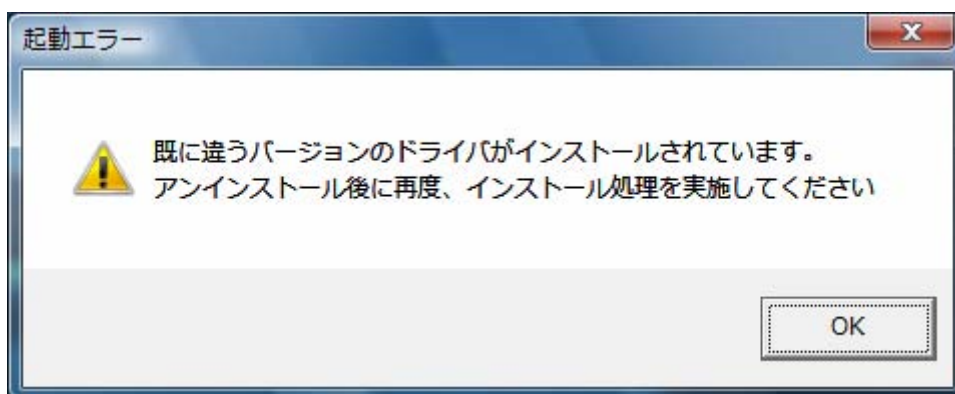

図 6.1 起動エラーメッセージ
インストール起動時に、図 6.1 のメッセージが表示される場合があります。このメッセージは、既に違うバージョンのドライバがインストールされている場合に表示されます。
- 注 1 プリンタドライバのインストールでは、インストール先のシステムフォルダに、既に同名のファイルが存在する場合、上書きコピーを行えません。従って、図 6.1 のメッセージが表示された場合は、必ずアンインストール処理を行ってください。
- 注 2 インストールが途中で失敗した場合や、アンインストールを行わずにプリンタを削除した場合に、システムフォルダにプリンタドライバ関連のファイルが残ってしまい、図 6.1 のメッセージが表示される場合があります。その際はアンインストールを実施後、再度インストールを行ってください。